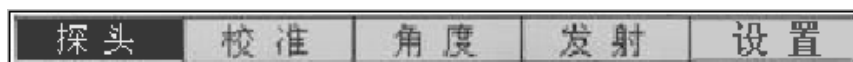

图 2.3
- 1、按【调校】键，进入到调校功能主菜单，按相对应的功能键选择“探头”，“探头”栏被选中，如图 2.3.